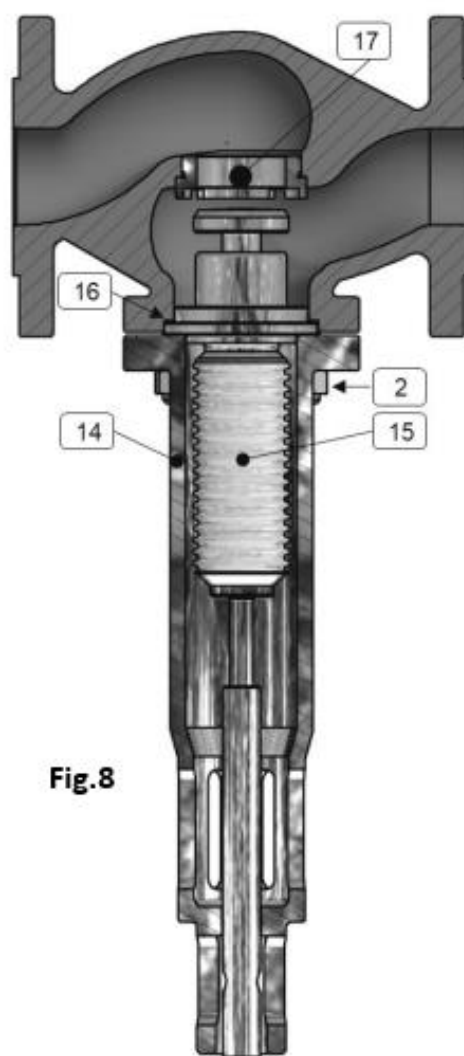

Fig.8
ATTENTION !!! Le soufflet d'équilibrage placé à l'intérieur du détendeur de pression (Fig.8 Rep.15) est conçu pour supporter 10.000 cycles. Toute rupture provoquerait l'échappement du fluide contenu dans le tuyau. Il est conseillé de remplacer périodiquement le soufflet, en fonction de l'utilisation réelle du détendeur de pression. Ne pas monter le détendeur dans des zones où la fuite du fluide de procès, due à la rupture du soufflet, pourrait endommager les choses et / ou les personnes et / ou les animaux.
ATTENTION !!! La membrane à contre-réaction placée à l'intérieur du détendeur de pression (Fig.8 Rep.15) est conçue pour supporter 10.000 cycles. Toute rupture provoquerait l'échappement du fluide contenu dans le tuyau. Il est conseillé de remplacer périodiquement la membrane, en fonction de l'utilisation réelle du détendeur RD10. Ne pas installer le limiteur dans des zones où la fuite du fluide de process, dues à la rupture de la membrane, pourrait endommager les choses et / ou les personnes et / ou les animaux.
- 5 - Dévisser les écrous "rep.2" (Fig.8) et extraire le chapeau "rep.14".